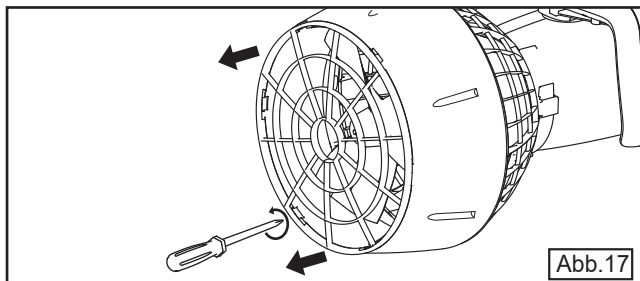

Abb.17
4. Lösen Sie die sechs Schrauben des hinteren Gitters, wie in Abbildung 17 dargestellt.